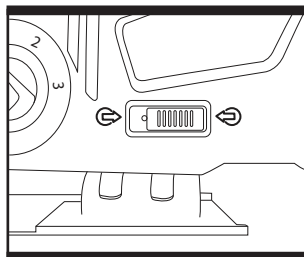

Fig. 3
3. Sélecteur aspirateur/souffleur (Fig. 3)